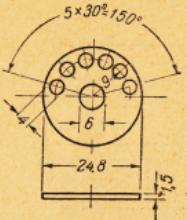

Рис. 23
**в) Диск распределения** (рис. 23). Диск можно изготовить